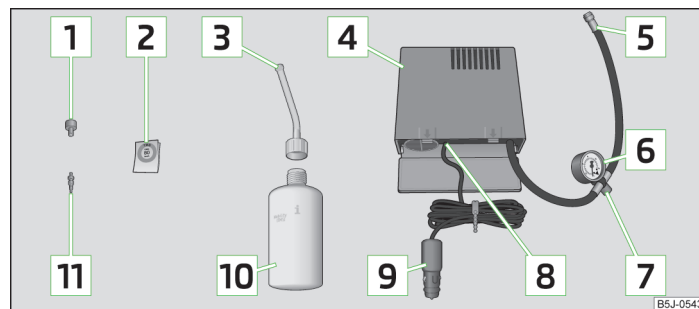

Fig. 144 Componentes del kit de averías
- Pegar la etiqueta adhesiva **2** » **fig. 144** de la página 185 sobre el cuadro de mandos en el campo visual del conductor.
- Agitar la botella de inflado de neumáticos **10** » **fig. 144** de la página 185 fuertemente varias veces.
- Enroscar el tubo flexible **5** » **fig. 144** de la página 185 del compresor de aire fuertemente en la válvula del neumático.